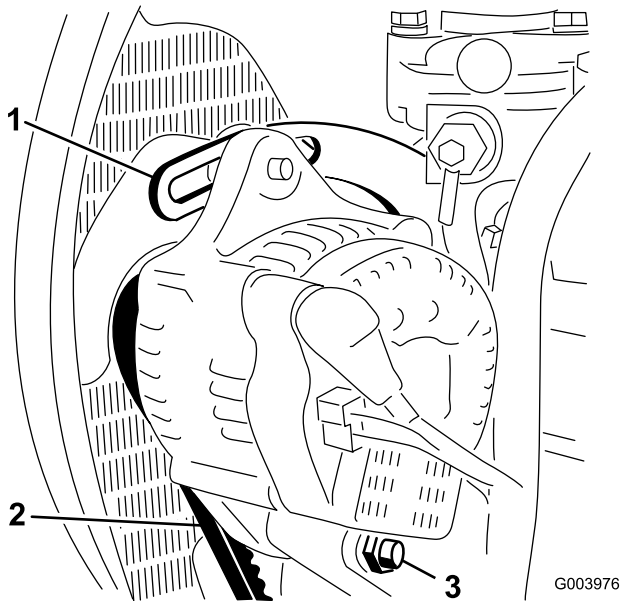

Figura 72
2. Verifique tensão da correia do alternador, premindo-a (Figura 72) até metade entre as polias do alternador e do cárter com uma força de 10 kg.
3. Desaperte o parafuso que segura a braçadeira ao motor (Figura 72), o parafuso que segura o alternador à braçadeira e o parafuso de articulação.